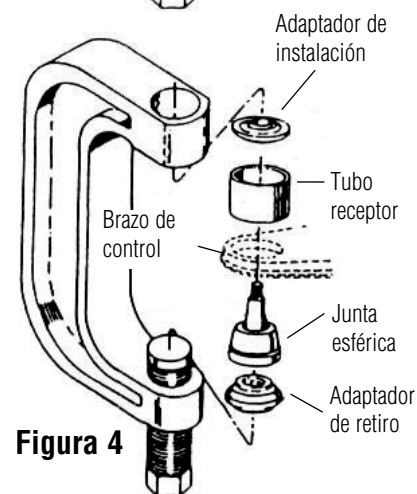

Figura 4
3. Monte los componentes de la prensa para juntas esféricas tal como se muestra en la Figura 4. Coloque el tubo receptor y apriete el tornillo forzador. Verifique el alineamiento de todas las herramientas y los componentes, y continúe apretando el tornillo forzador hasta que la junta esférica quede firmemente asentada.